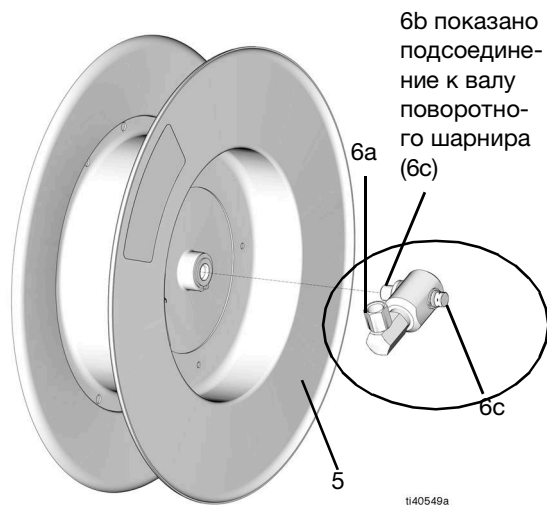

Рис. 19
5. Полностью снимите шланг с поворотного шарнира (6 - содержит 6а, 6b и 6с) и отложите его в сторону для последующей установки на новую шпулю катушки (Рис. 19).
6. Ослабьте и отвинтите поворотный вал (6с), чтобы отсоединить поворотный шарнир (6) от шпули (5). (Рис. 19)